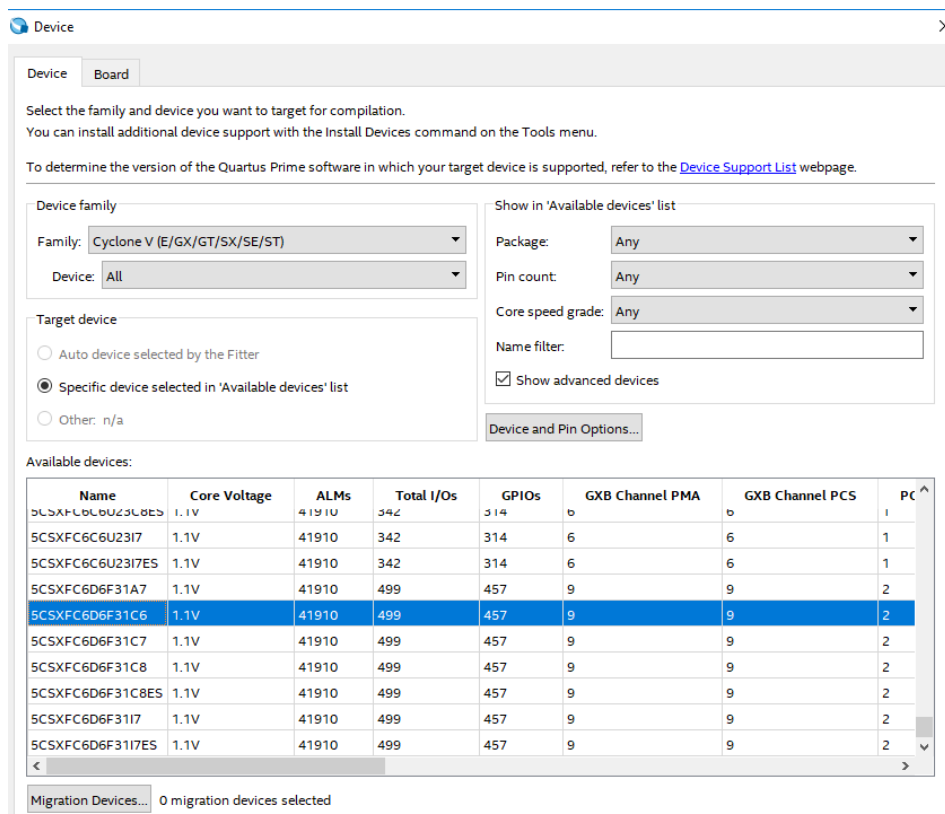

Figura 8. Familia y modelo del chip FPGA SoC.
- En la siguiente ventana aparecerán todas las familias de chips FPGA. Proceda a escoger la familia **Cyclone V (E/GX/GT/SX/SE/ST)** y seleccione el nombre del chip **FPGA SoC 5CSXFC6D6F31C6**, tal como se muestra en la Figura 8. Luego haga clic en **Next**.